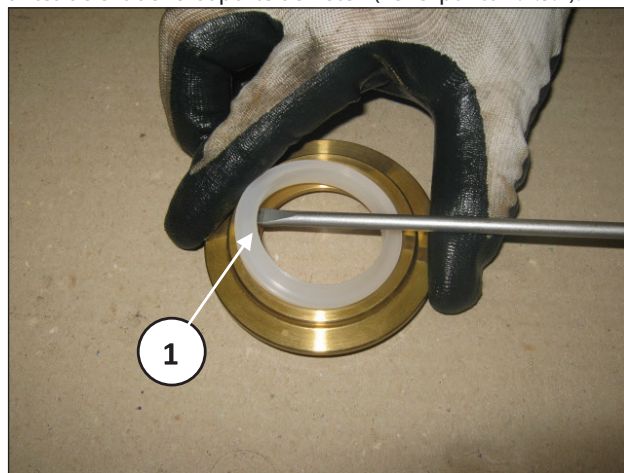

Fig. 124
Ahora, es posible desmontar retén utilizando las herramientas como se indica en la pos. ①, Fig. 124, sin dañar el alojamiento. Cuando sea necesario, desmontar el distanciador del pistón antes de extraer el soporte del retén (ver el punto 2.2.3.1).